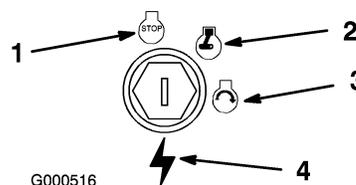

Figure 9
3. Tournez la clé de contact en position contact coupé (OFF) (Figure 9).